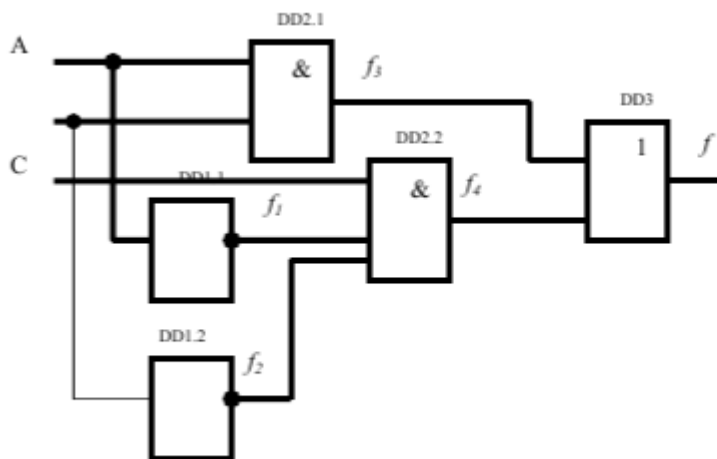

Рис.1. Логическая схема в полном базисе {И, ИЛИ, НЕ}
1. По заданному выражению функции f (табл.2 графа 2) построить логическую схему в полном базисе {И, ИЛИ, НЕ}, изображенную на рис. 1.